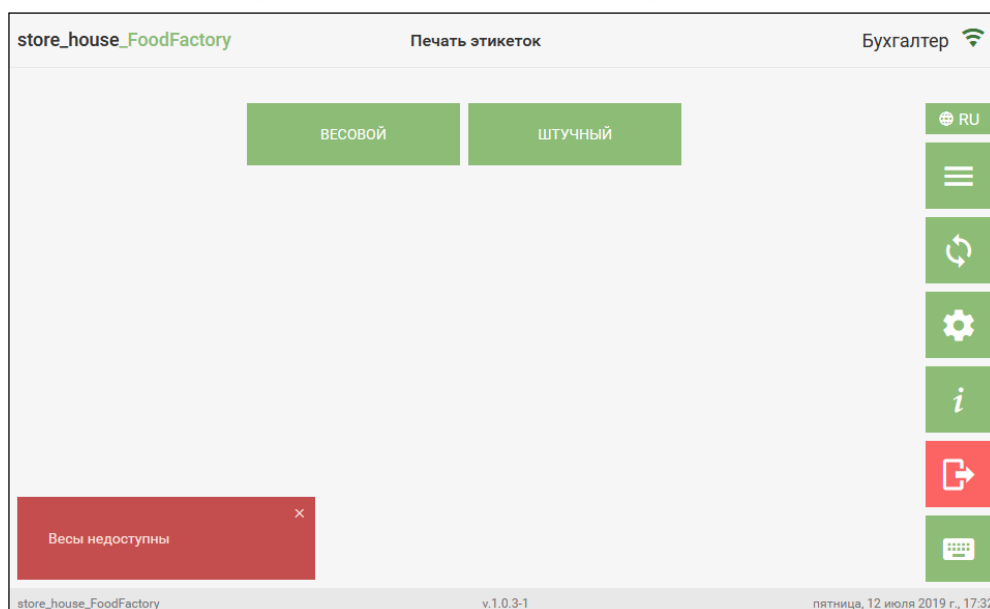

Рис. 193
**Внимание!** Если сервер весов не запущен, при нажатии кнопки «*Весовой*» появится сообщение о том, что весы недоступны (см. Рис. 193).